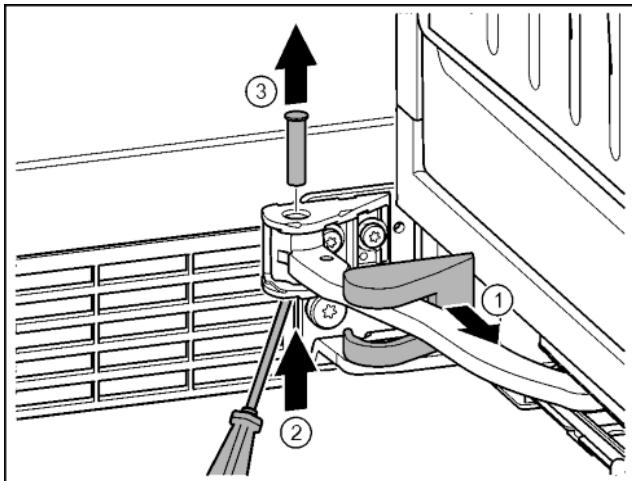

Fig. 15
- Зніміть кришку опорного кронштейна та перемістіть вздовж шарніра. Fig. 15 (1)
- Рукою чи викруткою підйміть палець знизу. Fig. 15 (2)
- Перемістіть викрутку під голівку пальця і витягніть. Fig. 15 (3)